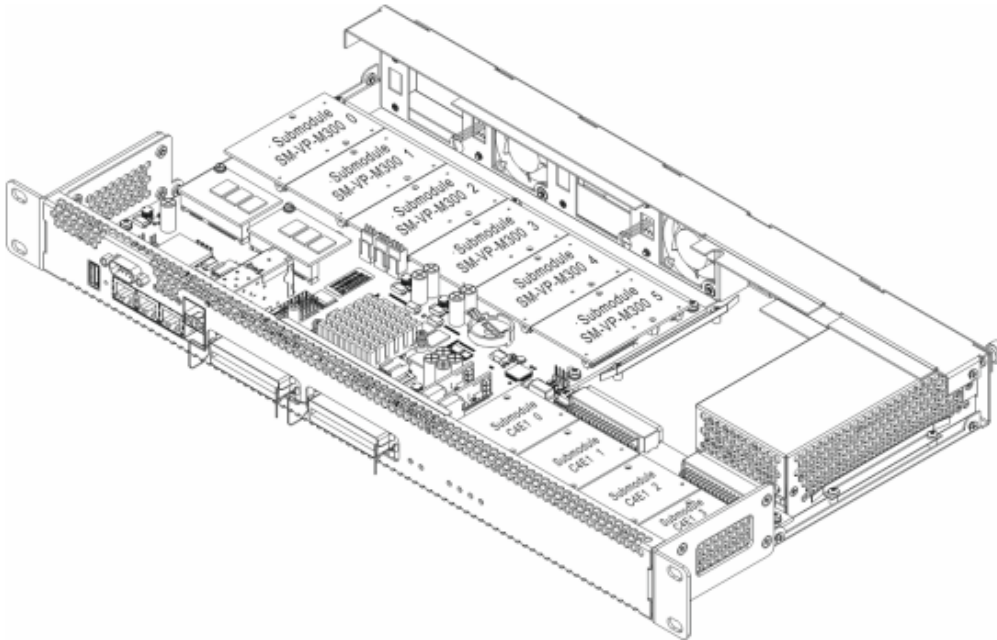
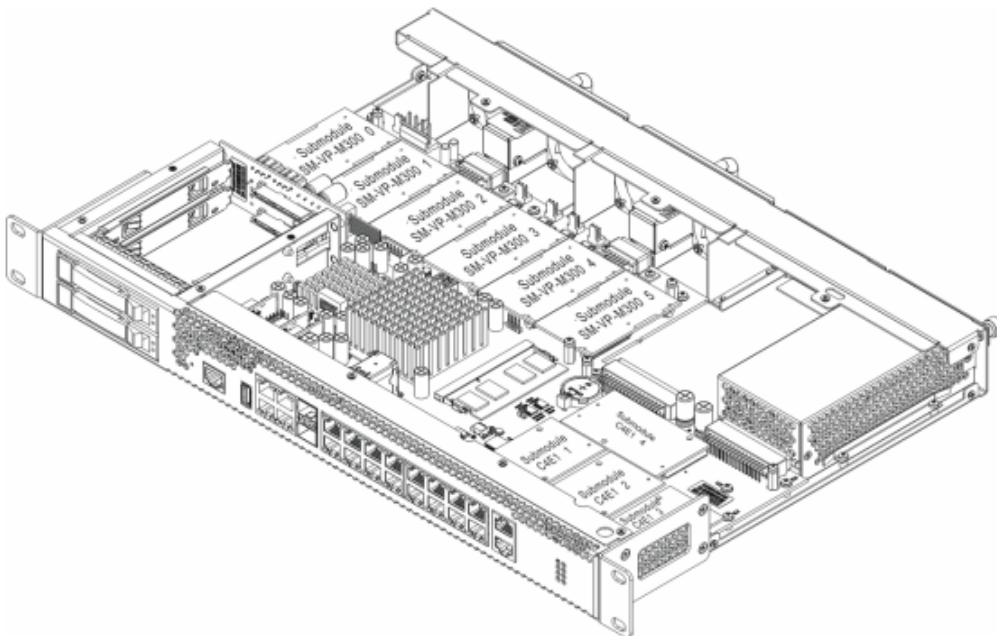

Рисунок 17 – Расположение submodule в SMG-1016M
Рисунок 18 – Расположение submodule в SMG-2016
5. Установить модуль в свободную позицию (см. рисунок 17, рисунок 18).